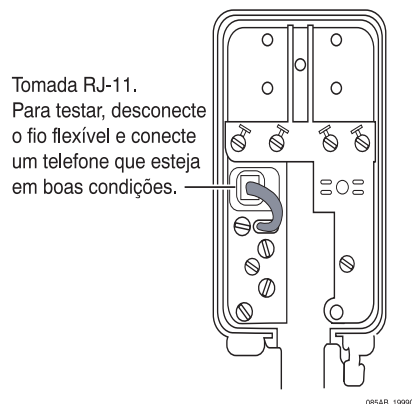

Figura 26. Resolução de problemas
- Conecte um telefone que esteja em boas condições à tomada na caixa de junções. Veja a Figura 26.